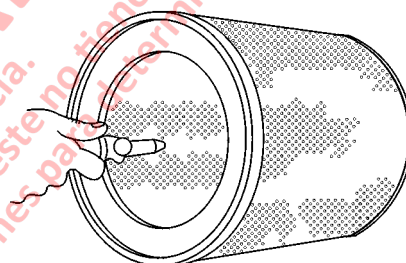

FIGURA 5-5. LIMPIEZA DEL ELEMENTO DE FILTRO CON AIRE COMPRIMIDO
2. Dirija la corriente de aire desde la boquilla contra el interior del elemento del filtro, como se muestra en la Figura 5-5. Esta es la parte de aire limpio del elemento y el flujo de aire debe ser contrario al flujo de normal.